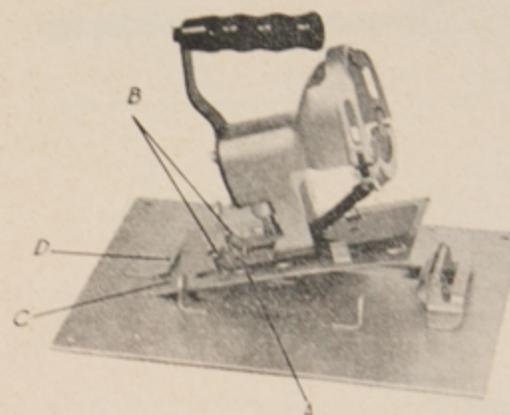

Fig. 1
1° Engager l'avant de la semelle (A) de la scie dans les deux butées (B) de la plaque D 1184 (fig. 1)
2° Engager l'avant (C) de la plaque D 1184 dans la butée (D) de la table de scie D 990 ou D 992 (même conception) (fig. 1).